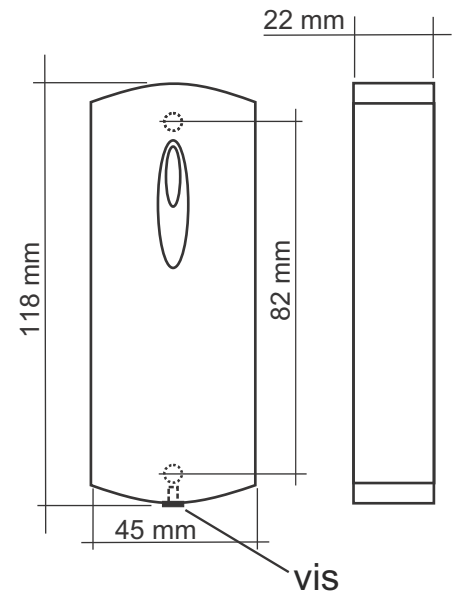

Fig. 2. Dimensions du dispositif.
1. Marquer et percer les trous de montage (Fig. 2).